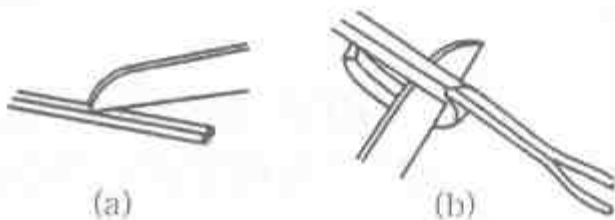

图 2-5 护套线绝缘层的剖削
(1) 按所需长度用电工刀刀尖对准芯线缝隙划开护套层，如图 2-5 (a) 所示。
(2) 向后扳翻护套层，用电工刀齐根切去，如图 2-5 (b) 所示。
(3) 在距离护套层 5 ~ 10mm 处，用电工刀按照剖削塑料硬线绝缘层的方法，分别将每根芯线的绝缘层剥除。